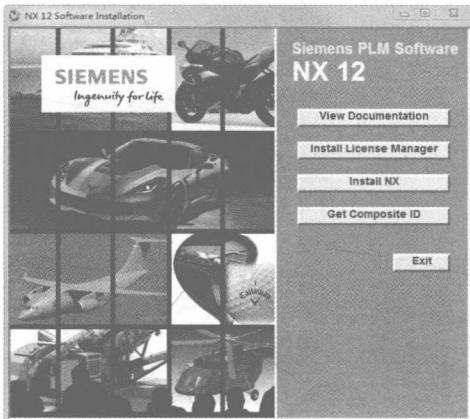

图 1-1
**01** 放入自行购买的安装光盘，光盘会自动运行，如果光盘没有自动运行，直接进入光盘，执行光盘里的 Launch.exe 文件来载入 UG NX 12.0 的安装界面，如图 1-1 所示。